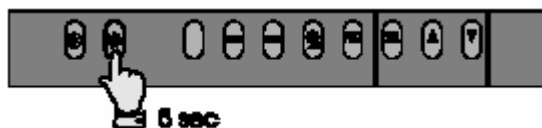

Рис. 27
- Нажать кнопку, показанную на рис. 27.